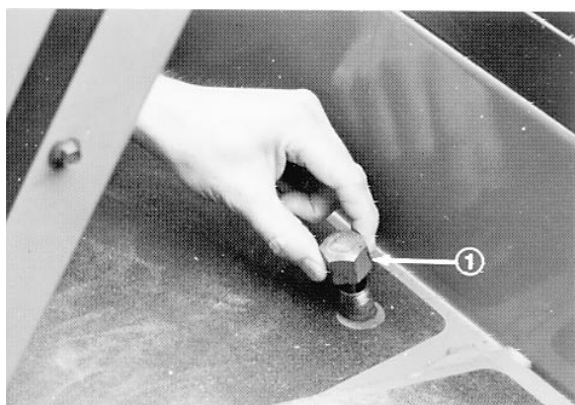

Fig. 5
2. Ta peilepinnen opp (fig. 5) og tørk av med en ren klut. Skru peilepinnen i påfyllingshalsen
med fingrene, ta den ut og undersøk oljenivået. Hvis nivået er lavere enn 13 mm under merket på peilepinnen (fig. 5), må du etterfylle med SAE 10W-30 motorolje eller automatisk gearkasseolje opp til merket. Fyll ikke for mye på.